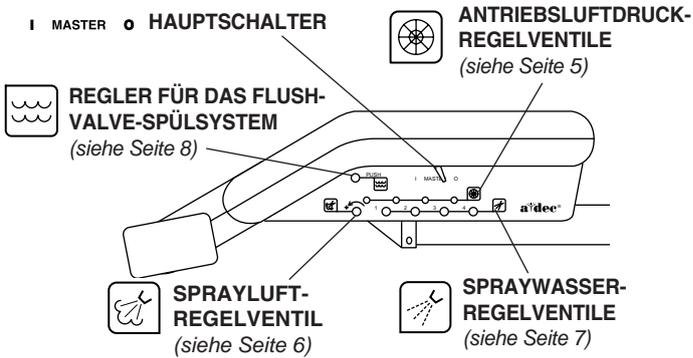

Bild 4. Bedienelemente
- I MASTER ○ Der **Hauptschalter** (siehe Bild 4) schaltet die Luft-, Wasser- und Stromversorgung der gesamten Behandlungseinheit ein bzw. aus.
Die Antriebsluftdruck-Regelventile (siehe Bild 4 auf Seite 4) regeln den Antriebsluftdruck einzeln für jedes Handstück.